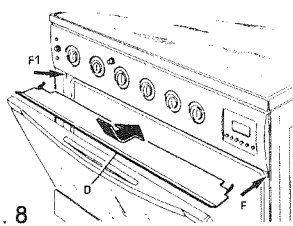

fig. 8
- Laissez la porte du four entrouverte pendant la cuisson (Fig. 8).
- Insérez le déflecteur (D) du grilloir de la façon suivante: